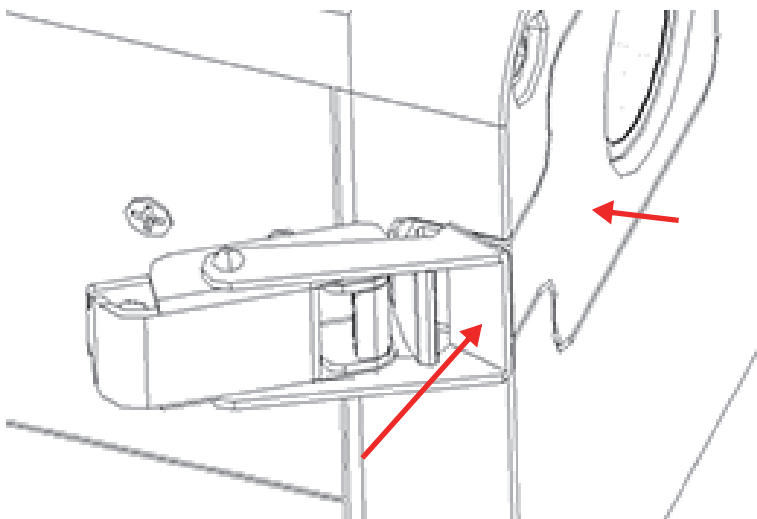

Figura 4-11 Trava sobre o prendedor do painel frontal
5. Enquanto segura o painel frontal no lugar, empurre para baixo a parte frontal da trava do painel frontal sobre a trava do painel frontal, (Figura 4-11 na página 67).